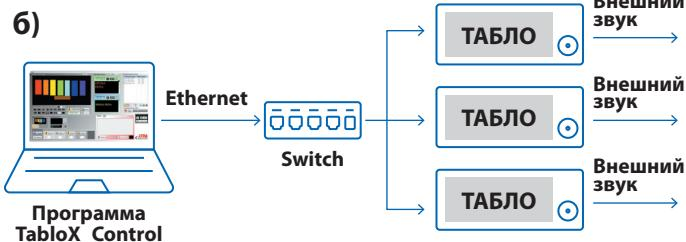

Рисунок 4 – Подключение Табло к компьютеру.
1. Командой от программы TabloX_Control. Для этого нужно иметь постоянное подключение Табло к компьютеру по сети Ethernet (рис.4). Таких Табло может быть столько, сколько позволяет подсеть компьютера. Изображения и тексты можно закачать одноразово, а впоследствии командами от компьютера выбирать нужную страницу для вывода на экран. Если есть необходимость, то можно изображения и тексты закачивать в процессе работы и выбирать нуж-